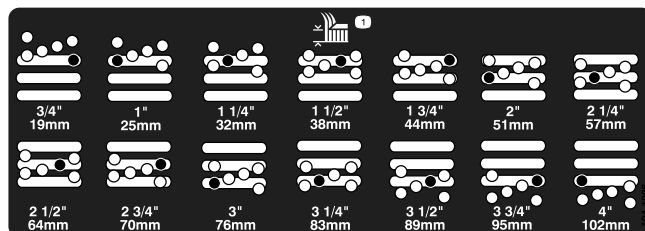

図 18
5. 希望の刈り高にチェンバを合わせ、その刈り高の穴とスロットにスペーサを通す 図 18。